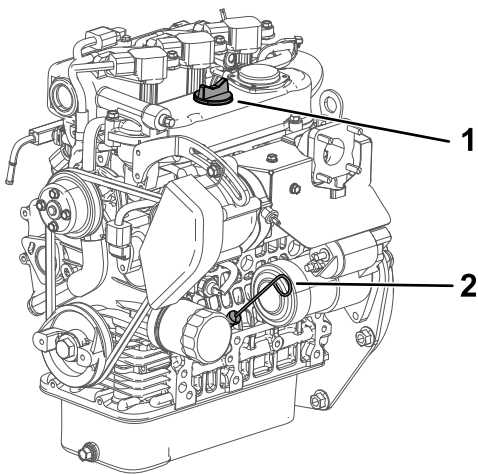

Figura 35
4. Retire la varilla y límpiela con un paño limpio (Figura 35).
5. Inserte la varilla en el tubo y asegúrese de que entre a fondo (Figura 35).
6. Retire la varilla y compruebe el nivel de aceite (Figura 35).
7. Si el nivel de aceite es bajo, retire el tapón de llenado (Figura 35) y añada suficiente aceite para elevar el nivel a la marca Llento de la varilla.
8. Coloque la varilla firmemente (Figura 35).